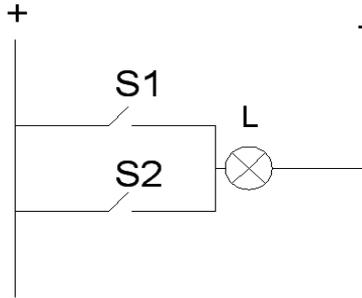

Figura 3 Circuito con dos interruptores en paralelo.
En un circuito como el de la figura 3, responde a la posición de los interruptores S1 y S2, y hace que la lámpara L, se encienda, o se apague, cuando se cumplen las condiciones siguientes:
- El momento que se corresponde con el de las posiciones de la figura 3, en que los interruptores S1 y S2 están abiertos, la lámpara no lucirá.